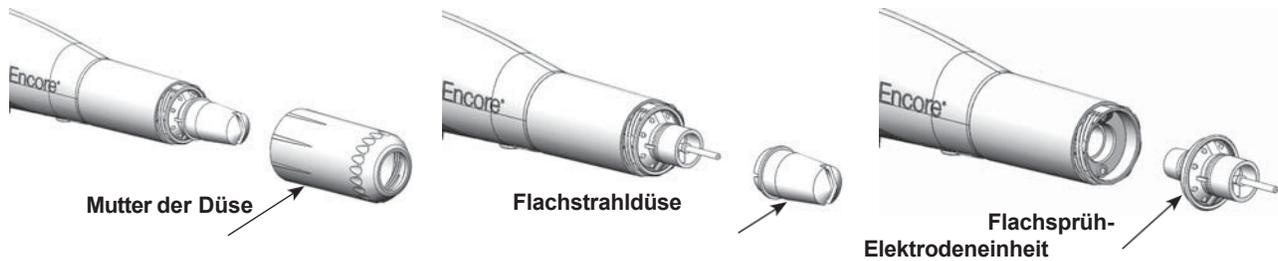

Abbildung 6 Auswechseln einer Flachstrahldüse
2. Siehe Abbildung 6. Schrauben Sie die Düsenmutter gegen den Uhrzeigersinn ab.